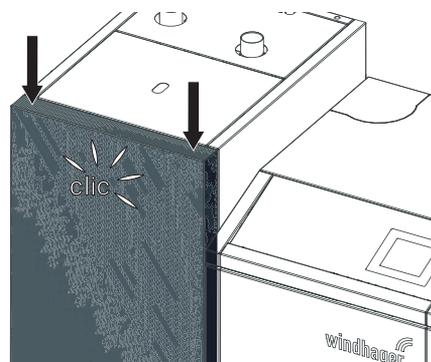
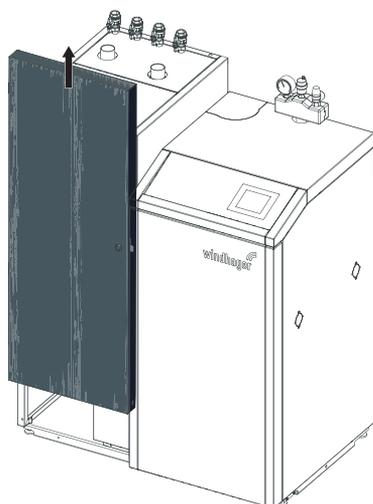

Fig. 6 Spingere verso il basso la porta di contenimento sinistra finché non si sente un “clic”
Fig. 7 La porta si sposta automaticamente verso l'alto
- Spingere con entrambe le mani la porta di contenimento sinistra in alto, lateralmente, verso il basso, fino a quando non si sente uno “clic” (Fig. 6); la porta si muove automaticamente verso l’alto – Fig. 7.